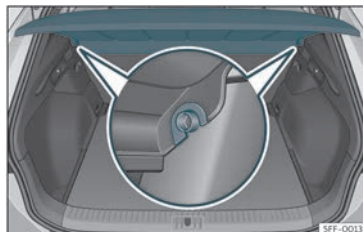

Fig. 106 No maleteiro: desmontar e montar a bandexa.
- Desencaixe a bandexa dos soportes laterais >>> **fig. 106** puxando da mesma cara arriba e extraia a bandexa.
- Introduza a bandexa horizontalmente facendo coincidir a “ferradura” sobre o eixe dos soportes >>> **fig. 106**, e prema cara abaixo ata que encaixe.